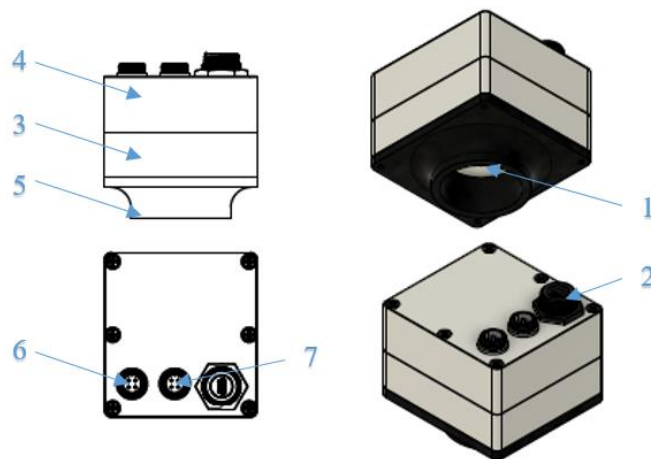

Рисунок 4. РГТ-ЛС-02: 1 - разъем для подключения ИТМ (если предусмотрено),
3.2.3. Для исполнения РГТ-ЛС-Х2 подключить к прибору кабели RS-485 через разъемы (п.6 и п.7 Рисунок 4,5). Подключение чувствительно к расположению пинов кабеля, поэтому монтаж следует производить с осторожностью.